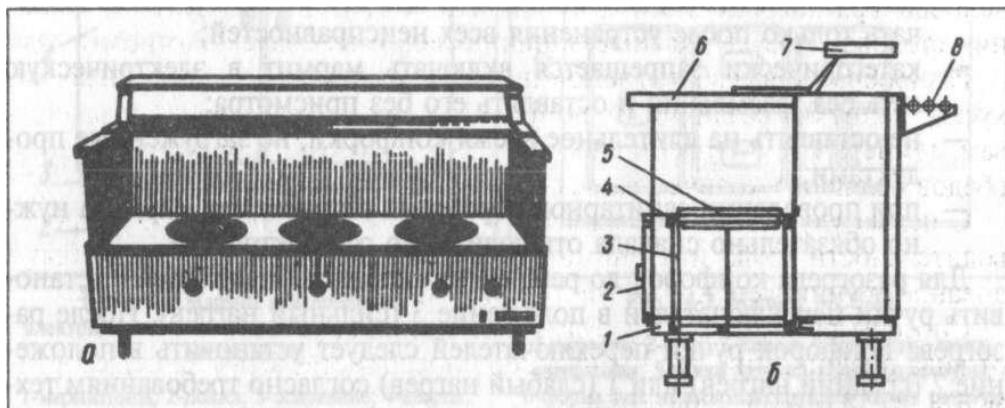

Рис. 14-1. Мармит стационарный для первых блюд МСЭСМ-3:
1. Мармит стационарный электрический секционный модулированный МСЭСМ-3 (рис. 14.1) предназначен для кратковременного хранения в горячем состоянии первых блюд в наплитных котлах. (как в столовой училища на раздаче)